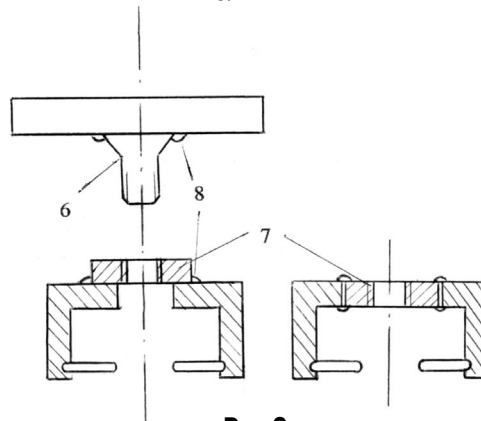

Рис.2
2. На его место припаиваем винт 6 (рис. 2) с конической головкой М1.5. Пайка производится с помощью паяльной кислоты. Винт и площадка кнопки залуживаются тонким слоем. Затем винт устанавливаем на нужное место и нагреваем до плавления припоя и остужаем. Полученную часть кнопки необходимо тщательно промыть.
3. На внутреннюю часть кнопки аналогичным способом припаиваем гайку 7 М1.5. Важно не перекосить гайку. Можно порекомендовать обточить ее так, чтобы она поместилась в отверстии внутренней части кнопки (в которой тоже можно увеличить отверстие) и не проваливалась (см. рис. 2). Затем необходимо осуществить пайку. Полученную часть кнопки необходимо так же тщательно промыть. При необходимости можно подточить остатки припоя 8.